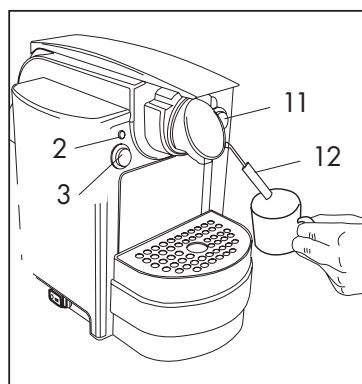

Fig. 11
- Enfoncer la touche vapeur (11) **(Fig. 11)**, après quelques secondes, la vapeur commencera à sortir du bec (12).
- Remplir la tasse à moitié avec du lait froid et immerger le bec vapeur dans la tasse jusqu'à ce que la mousse la remplisse **(Fig. 11)**.
- Enfoncer la touche vapeur (11) et la maintenir enfoncée jusqu'à ce qu'on ait obtenu la quantité d'eau désirée **(Fig. 11)**.